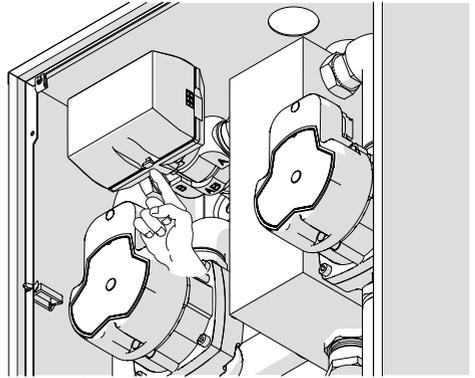

Figura 4.2
- Ruotare in senso antiorario il motore dopo aver sganciato il gancio posizionato nella parte inferiore Figura 4.2.